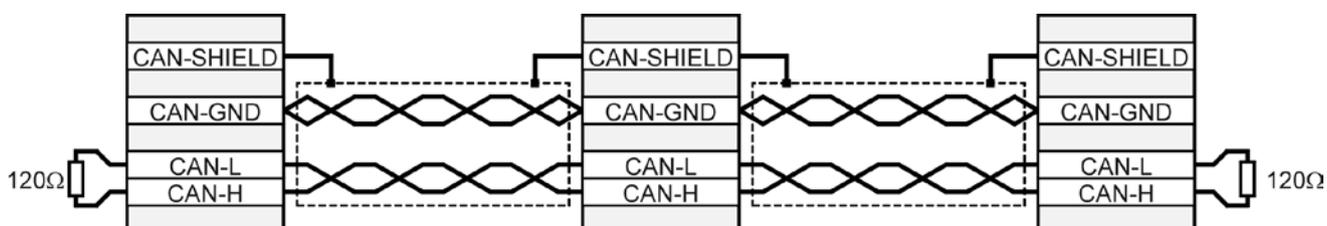

Abbildung 25: Verkabelungsbeispiel für CAN-Bus
- ❖ Die einzelnen Knoten des Netzwerkes werden grundsätzlich linienförmig miteinander verbunden, so dass das CAN-Kabel von Regler zu Regler durchgeschleift wird (siehe *Abbildung 25*)